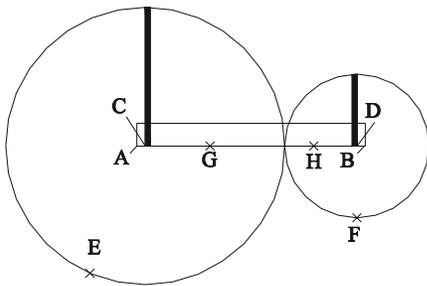
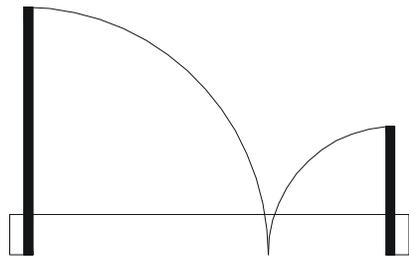

图 9-1-39
图 9-1-40
**STEP 08** 使用 TRIM 命令将如图 9-1-39 所示的圆修剪成如图 9-1-40 所示的圆弧。
// 用鼠标框选图 9-1-39 所示中的所有图形
// 单击如图 9-1-39 所示中的 E 点
// 单击如图 9-1-39 所示中的 F 点
// 单击如图 9-1-39 所示中的 G 点
// 单击如图 9-1-39 所示中的 H 点
利用上面的步骤和 AutoCAD 的命令绘制出的双扇门如图 9-1-40 所示。